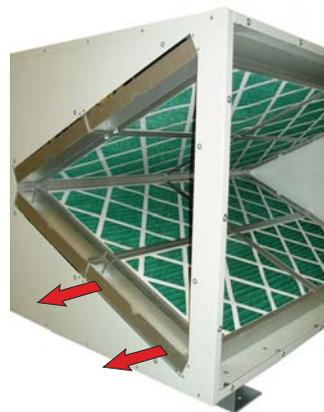

Figura 6.6
2. Extraiga los espaciadores de canal de la caja de filtro y libere los filtros. Consulte la *Figura 6.6*.